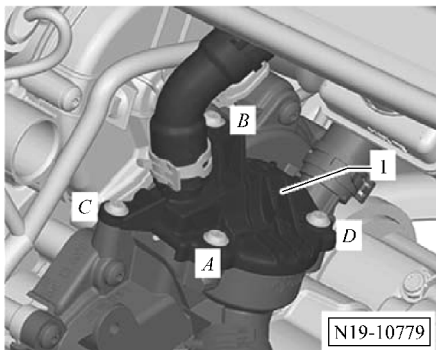

图 1-130 拆下调节器盖板
- 1) 拧出螺栓 A ~ D，接着将冷却液调节器盖板 1 放置一侧如图 1-130 所示。